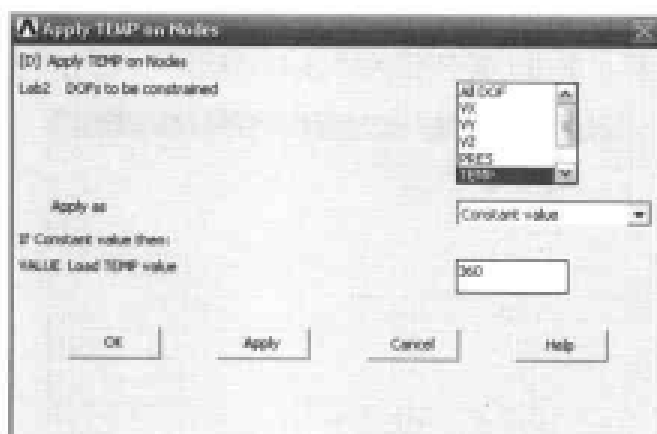

图 14-43 施加温度载荷对话框
(5) 选择 Main Menu | Preprocessor | Loads | Define Loads | Apply | Thermal | Temperature | On Nodes 命令, 出现 Apply TEMP on Nodes 菜单, 单击 pick all 按钮, 出现 Apply TEMP on Nodes 对话框。在 Lab2 DOFs to be constrained 列表框中选择 TEMP 选项, 在 VALUE Load TEMP value 文本框中输入 360, 如图 14-43 所示, 单击 OK 按钮关闭该对话框。